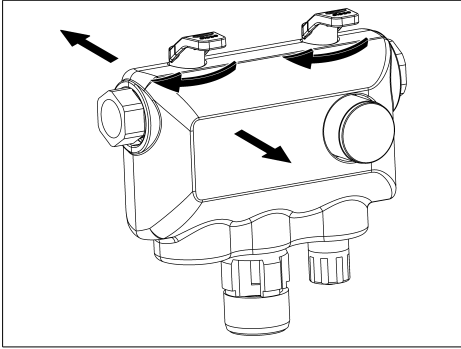

Fig. 5 : Fermer les robinets d'arrêt et retirer les coques d'habillage
- Retirer les coques (cf. fig. 5).